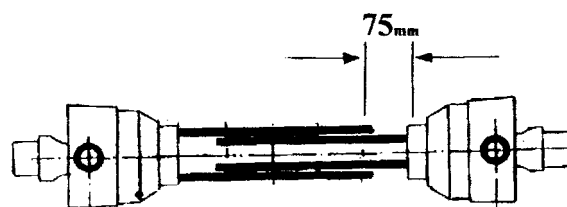

Fig. 10
- b) Se till att det finns omkring 75 mm spel mellan rören och skydden (fig. 10). Om det inte gör det ska båda delarna kapas till rätt längd med en metallsåg. Dra sedan med en fil för att jämna till kanterna.